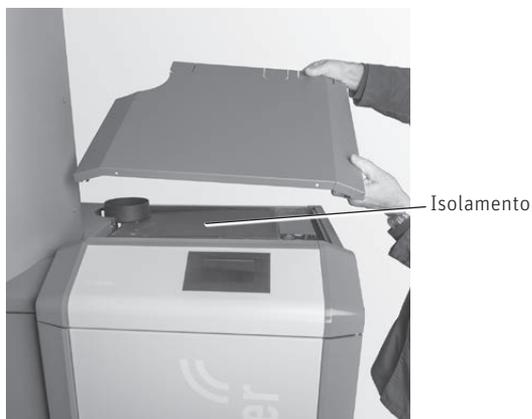

Fig.109 Togliere il coperchio del rivestimento, rimuovere l'isolamento
- scollegare la spina di rete dell'apparecchio prima di aprire il quadro di comando o per effettuare lavori di assistenza o riparazione. Togliere il coperchio del rivestimento (Fig.109) e rimuovere l'isolamento sopra il coperchio delle superfici riscaldanti.